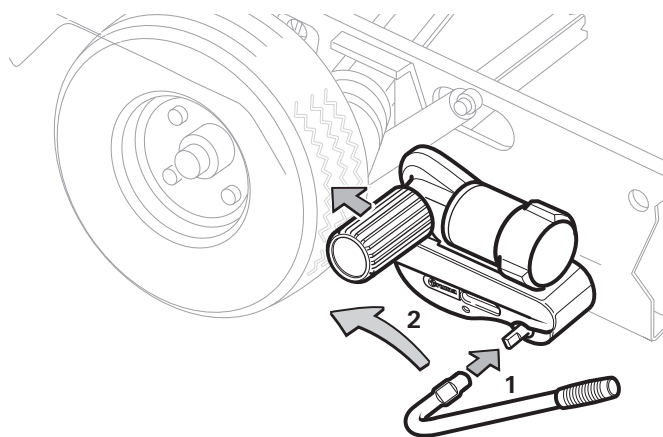
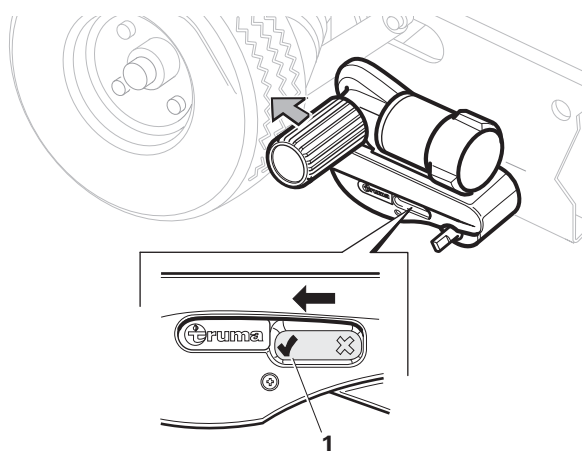

Bild 4
Bild 5
- Sätt fast manöverarmen på kopplingsaxeln (bild 4 - 1).
- Vrid manöverarmen i pilriktningen (mot fordonshjulet) (bild 4 - 2) tills positionsindikatorn i huset pekar mot "✓" (bild 5 - 1). I slutläget hakar drivenheten fast ordentligt och drivhjulen trycks in ca 20 mm i däck. Kontrollera detta på båda sidorna före rangeringen.